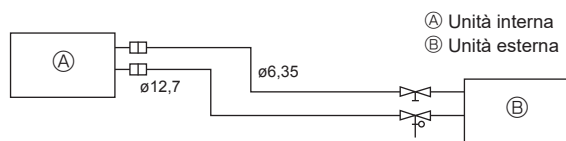

Fig. 5-2
(1) La tabella che segue illustra le specifiche dei tubi normalmente reperibili dal commercio. (Fig. 5-2)